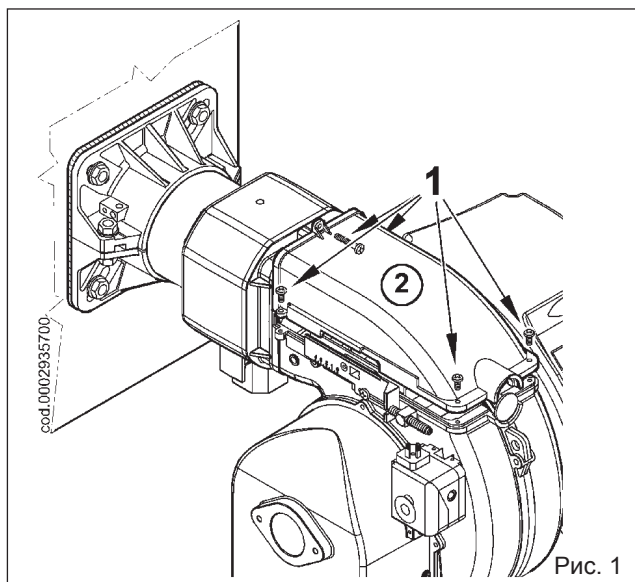

Рис. 1
- 1) Открутите винты (1) и снимите крышку (2), смотрите рисунок 1.
- 1) Выполните инструкции, данные в параграфе "Техобслуживание", выньте узел смещения и снимите винт (1), соединяющий шток продвижения (2) узла с газоподающей трубой (3).
- 3) Снимите винт (5), соединяющий газовый смеситель (6) с трубой (рис. 1).
- 2) Поверните на 180° коленчатый фитинг (4) и смеситель (6) так, чтобы вход газа был обращен вверх (рис. 1). Снова закрепите смеситель и шток продвижения узла к газоподающей трубе.
- 3) Теперь снимите 4 гайки (7), показанные на рисунке 2, освободите огнеую трубу (8) от соответствующих шпилек и установите ее обращенной вверх резьбовым